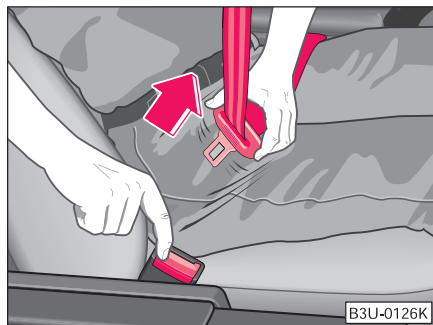

Fig. 96 Eliberarea elementului de fixare din fanta de fixare a centurii
- Apăsați tasta roșie de pe fanta de fixare ⇒ Fig. 96. Elementul de fixare va sări afară.